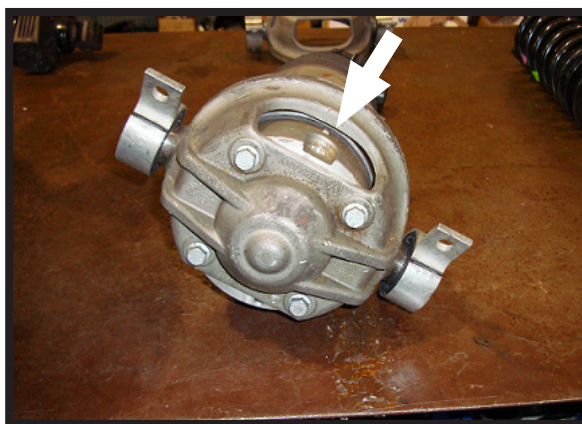

FIGURA 10-6
9. SMONTARE CON DELICATEZZA LA VALVOLA PNEUMATICA PER SCARICARE L'AMMORTIZZATORE AD ARIA. (FIGURA 10-6)